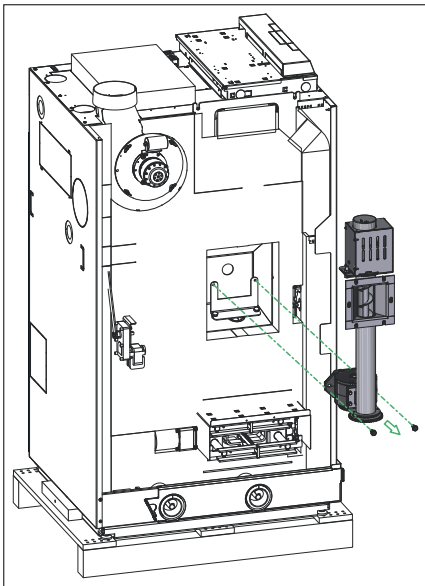

Fig. 31 Einheit Zellradschleuse-Schneckenrohr abschrauben
- ▶ Einheit Zellradschleuse-Schneckenrohr vom Kessel abschrauben – Fig. 31.